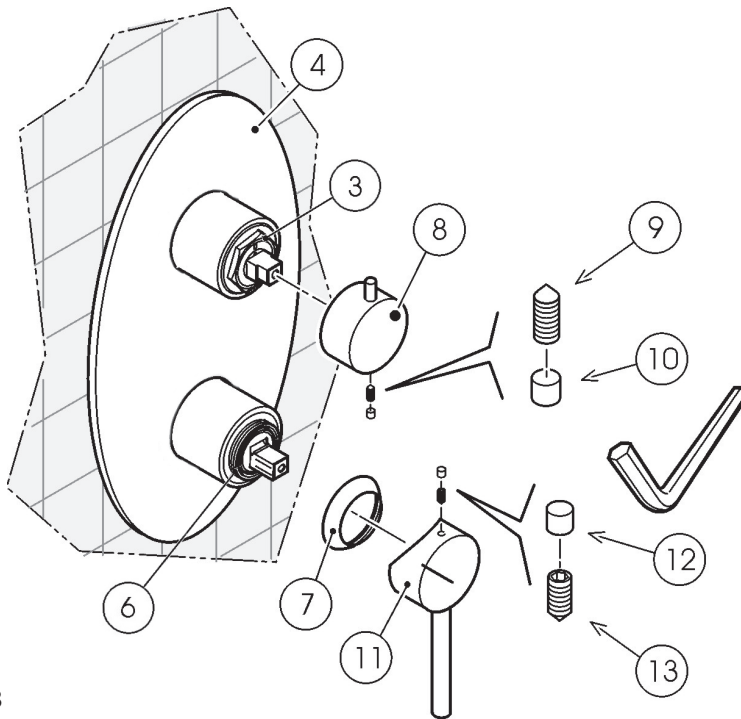

Fig. 13
- Avvitare le ghiera (3) (6) e serrare, avvitare anche il coprighiera (7) Coprire con il rosone (4); montare la maniglia (8), bloccare con il grano (9) e chiudere con il tappo (10) . Inserire la maniglia di erogazione/miscelazione (11) bloccare con il grano (13) e chiudere con il tappo (12) (Fig 13)
- Screw in lock nuts (3) (6) and fasten, screw in the lock nut cap (7) Cover with wall trim (4); mount the knob (8), lock in place with grub (9) and seal with cap (10). Insert the supply/mixer lever (11) lock in with grub (13) and seal with cap (12) (Fig 13).
- Die Gewindinge (3) (6) anschrauben und festziehen, auch den Verkleidungsring anschrauben (7), die Abdeckrosette (4) anbringen; den Umstellgriff montieren (8), die Absperrschraube (9) festziehen und den Abdeckstopfen schließen (10). Den Bedienungshebel (11) einsetzen, die Absperrschraube (13) anziehen und den Abdeckstopfen (12) einsetzen (Abb. 13).